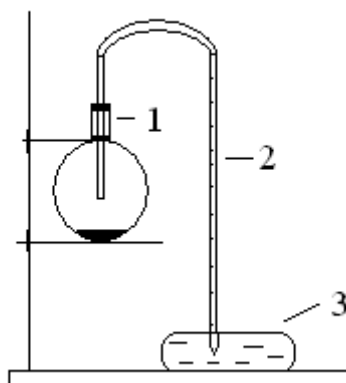

Рис. 1.1. Схема установки для получения активированного угля:
рите прибор (рис. 1.1.) и проверьте его на герметичность. Взвесьте 0,25 г активированного угля, приготовленного в предыдущем опыте. В сухую колбу (1) емкостью 100-200 мл налейте 3 мл ацетона и, наклоняя ее, смочите стенки.